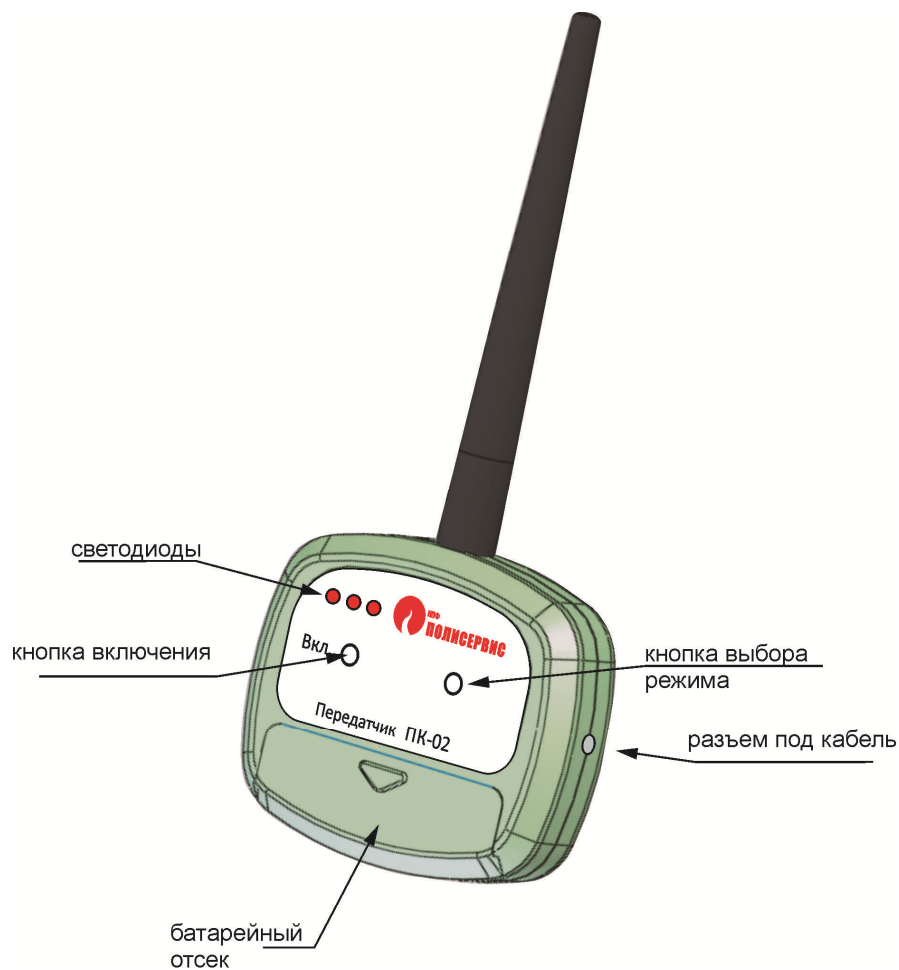

Рисунок 1.3 - Общий вид передатчика
1.4.7.2 На боковой стенке передатчика расположен разъем (см. рисунок 1.3), к которому следует подсоединить кабель, идущий от сервисного выхода ИПДЛ.
рисунок 1.3). По истечении 2 с (время не контролируется) будет наблюдаться свечение первого из трех светодиодов, расположенных на лицевой панели, что свидетельствует о выборе режима работы с ИПДЛ. Нажимая далее на кнопку выбора режима, можно последовательно переключать режимы, сопровождаемые свечением светодиодов:
После включения передатчика (после подсоединения кабеля от ИПДЛ и нажатия кнопки ВКЛ) следует нажать и удерживать кнопку выбора режима (см. рисунок 1.3). По истечении 2 с (время не контролируется) будет наблюдаться свечение первого из трех светодиодов, расположенных на лицевой панели, что свидетельствует о выборе «Режима настройки ИПДЛ».